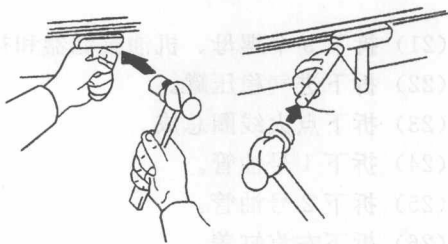

图 1-10 切断涂抹的密封胶
② 在机油盘和 2 号机油盘件之间插入 SST 刀片，切断涂抹的密封胶并拆下 2 号机油盘，如图 1-10 所示。
(20) 拆下机油盘。